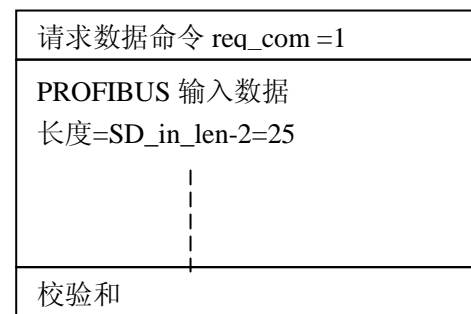

图 6-6-4 用户板判断 AB_status (D0)=1 发 req_com = 1，接收格式 B
- ⑤ 实验板将发送 PROFIBUS 输入数据并请求 SEA 接口将回答“输出数据报文 B”，即 req_com =1。见图 6-6-4。
- ⑥ SEA 接口板将回答“输出数据报文 B”，包括用户参数数据、AB_status (D7)=1、AB_status (D0)=1 见图 6-6-4、图 6-10-5。
- ⑦ 实验板得到用户参数（例 3 为 10 个字节）后实验板设置参数，并继续发送 PROFIBUS 输入数据并请